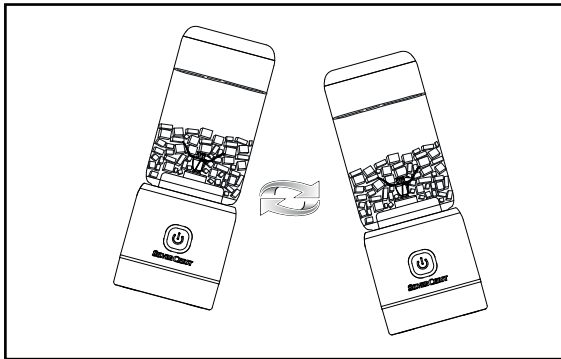

Fig. 1
- 4) Puede mover el aparato para distribuir mejor los ingredientes mientras los procesa. Para ello, sujete el aparato con la mano y desplácelo de un lado para otro con movimientos oscilantes (consulte la fig. 1). Asegúrese de que el vaso para batir **4** no se suelte del bloque motor **9**.